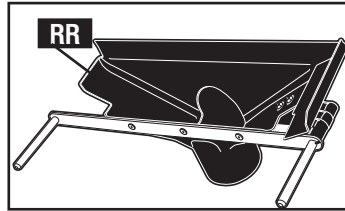
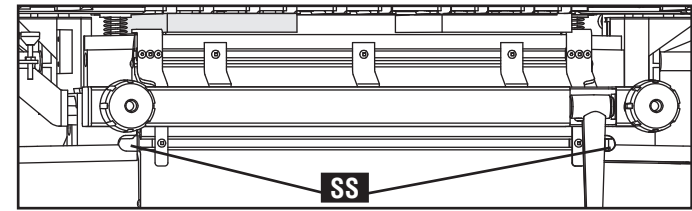
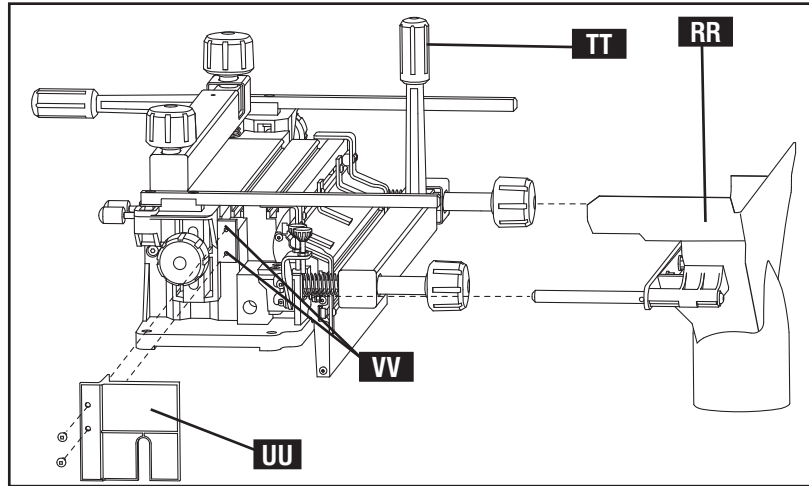

Fig. C22
Fig. C23
Fig. C24
La cubierta para recolección de polvo (RR) Fig. C22 está disponible como accesorio para el OMNIJIG®. La unidad de 406 mm (16") requiere el n.º de cat. 55164, mientras que el modelo de 610 mm (24") utiliza el n.º de cat. 77244. Ambas cubiertas tienen un puerto de 102 mm (4") que permite la conexión directa a un sistema de recolección de polvo estándar.
Finalizado el ensamblaje, la cubierta (RR) Fig. C22 se puede deslizar dentro de los dos orificios (SS) Fig. C23 ubicados en la parte inferior delantera de la base del OMNIJIG®. Antes de introducir la cubierta, asegúrese de que el mango frontal de sujeción de la pieza de trabajo (TT) Fig. C24 esté hacia arriba, como se muestra. Instale el recolector de astillas (UU) en los dos orificios (VV) que están en uno de los lados de la base del OMNIJIG® con los dos tornillos de cabeza cuadrada suministrados.